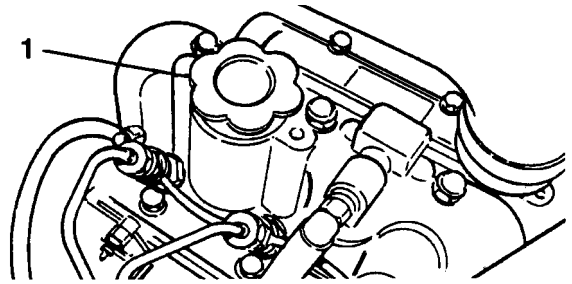

Figure 2
3. Si le niveau est trop bas, enlever le bouchon de remplissage (Fig. 2) et verser de petites quantités d'huile à la fois en vérifiant souvent le niveau jusqu'à ce qu'il atteigne le repère du plein (FULL) sur la jauge.